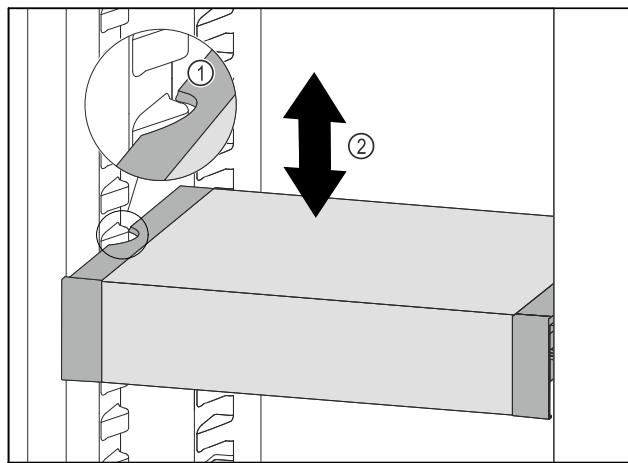

Fig. 77
- VarioSafe tiahajte dopredu, dokým sa bočné vybrania VarioSafe nebudú nachádzať vo výške rebra nádoby v chladničke. Fig. 77 (1)
- VarioSafe v chladničke presúvajte nahor alebo nadol, dokým sa dosiahne požadovaná výška. Fig. 77 (2)